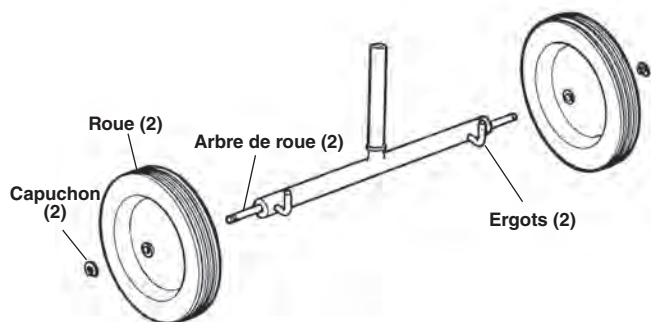

Figure 27 – Assemblage du chariot n° 32 Transporter
1. Au besoin, assemblez le chariot n° 32 (Figure 27).